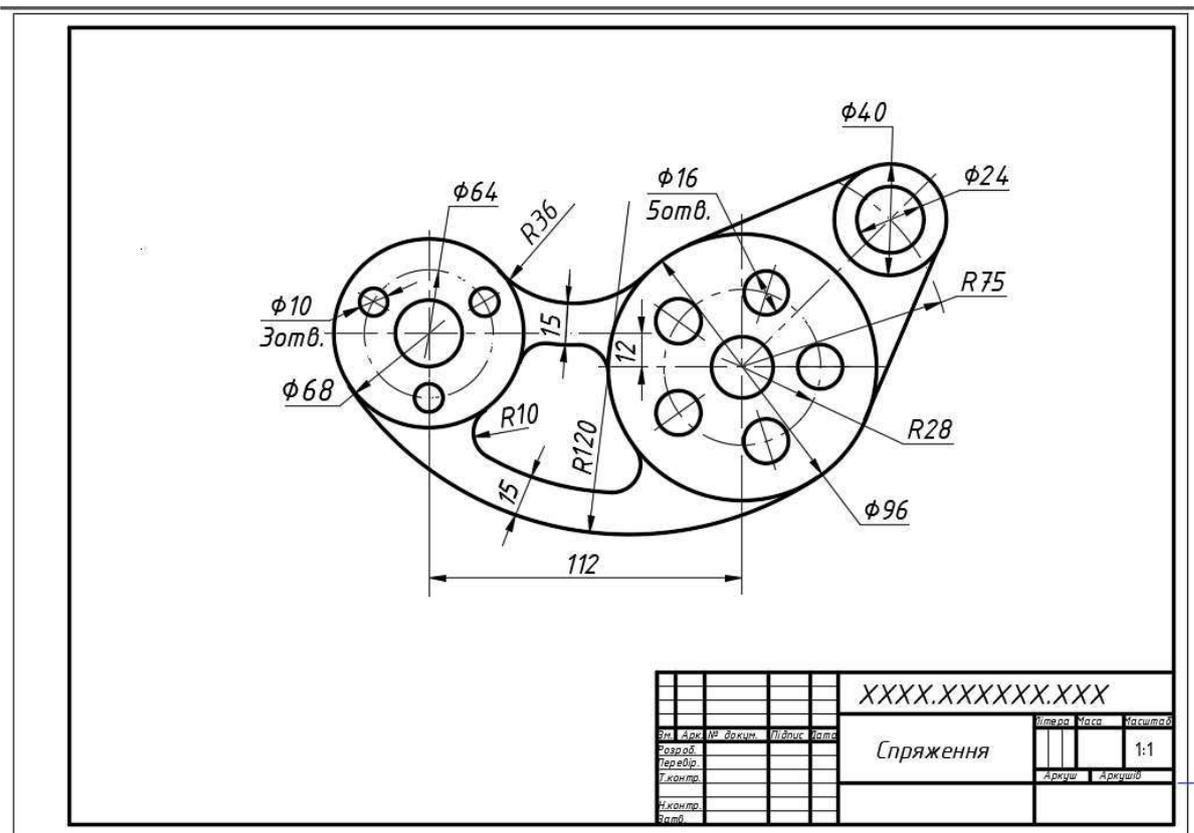

Рис.3.26
- Оформлення креслення з основним написом рис.3.26.